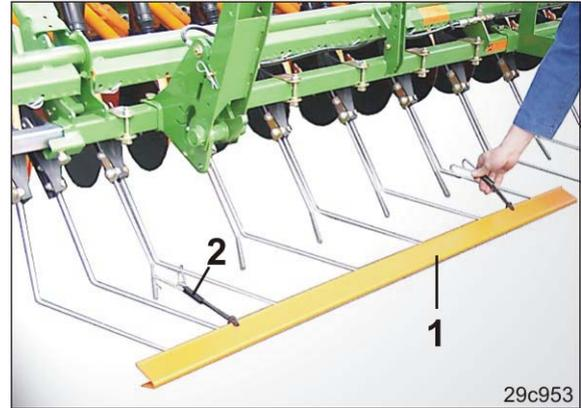

図 165
1. 複数のパーツで構成される輸送用安全バー（図 165/1）を精密ハローのタイヤ先端の上に押し込みます。
2. 輸送用安全バーをスプリングホルダ（図 165/2）で精密ハローに固定します。